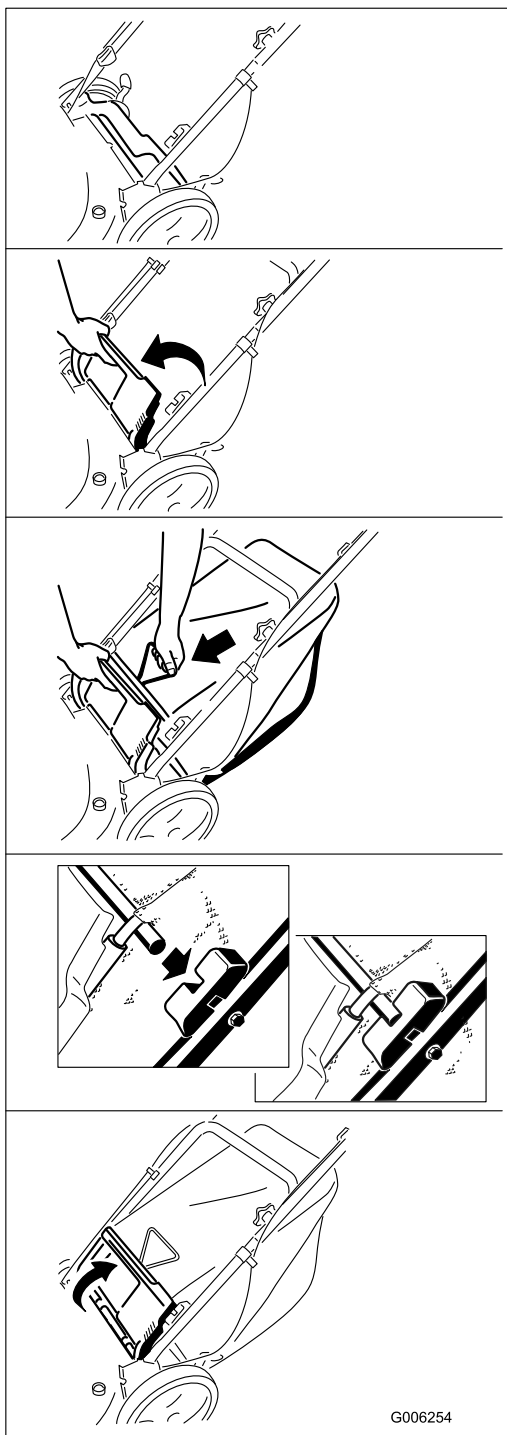

Figura 23
2. Instale la bolsa de recortes (Figura 23).